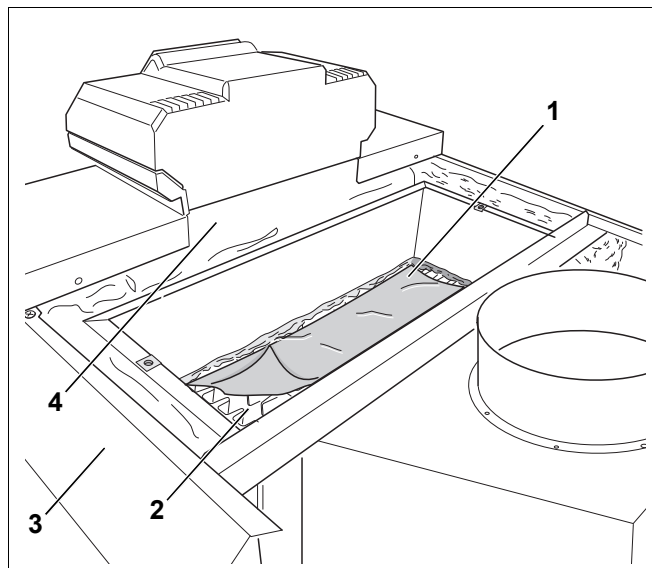

Рис. 4 Укрытие блока котла (здесь G334)
- Перед монтажом запорного клапана дымовых газов накройте блок котла (рис. 4, [2]) картоном или аналогичным материалом (рис. 4, [1]), чтобы защитить котельный блок от падения в него посторонних предметов.
- Снимите правую боковую стенку (рис. 4, [3]), чтобы позднее смонтировать кронштейн.